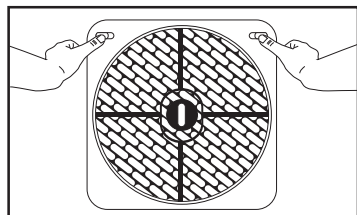

Fig. 1
1. Ouvrir la grille arrière en poussant délicatement les languettes de fixation vers l'extérieur. Voir Fig. 1